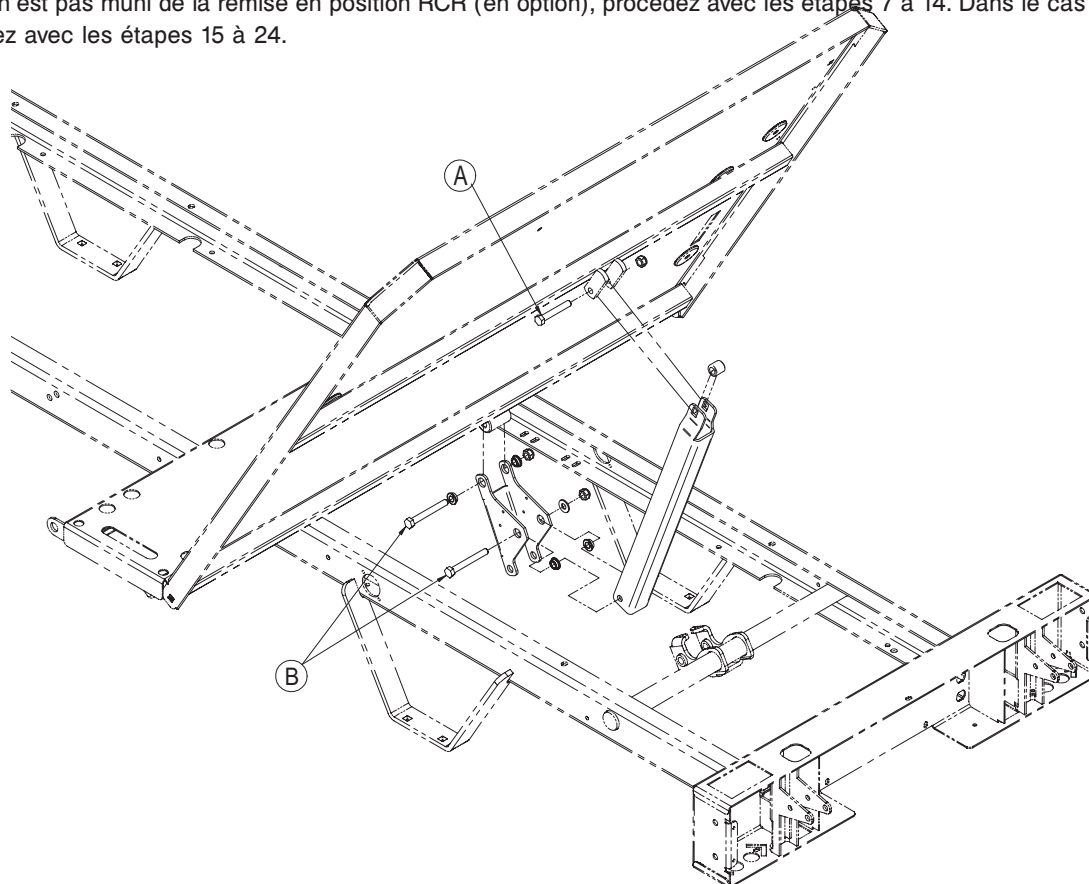

Figure 4.3 B
- À moins d'indications contraires, référez-vous à la Figure 4.3 A, page 36 pour cette procédure de remplacement.
6. À l'aide du tournevis Phillips no 2, retirez les deux arrêts de matelas latéraux (I) et conservez-les pour la nouvelle section de tête.